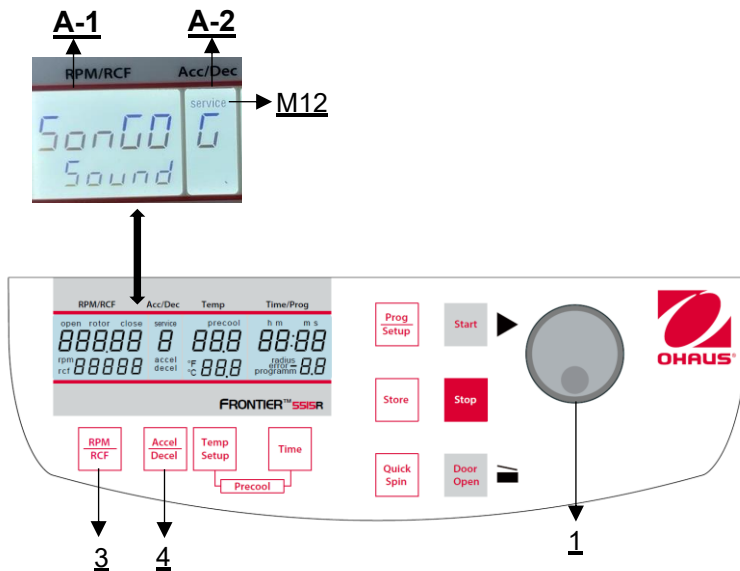

Figura 33
Proceda como se describe en el punto 4.1.1 para entrar en este modo de programación y, a continuación, pulse la tecla "**Accel/Decel**" (4). En la pantalla "**Acc/Dec**" (A-2) parpadea la palabra "**Service**" (M12). Seleccione ahora la letra "**G**" con el botón de ajuste (1). Como resultado, en la pantalla "**RPM | RCF**" (A-1) aparecen las palabras "SonGo/Sound". Después de pulsar la tecla "**RPM | RCF**" (3) puede seleccionar una canción con el botón de ajuste (1) (véase la figura 33).